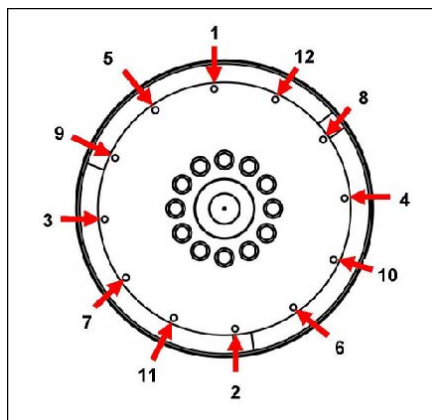

РИС. 11. ПОСЛЕДОВАТЕЛЬНОСТЬ КРЕПЛЕНИЯ
- Извлеките установочные штифты. Установите на место болты муфты, поместив под их головками усиленные стопорные шайбы. Затяните болты крепления диска муфты к маховику, соблюдая последовательность, указанную в Рис. 11 на стр. 27.